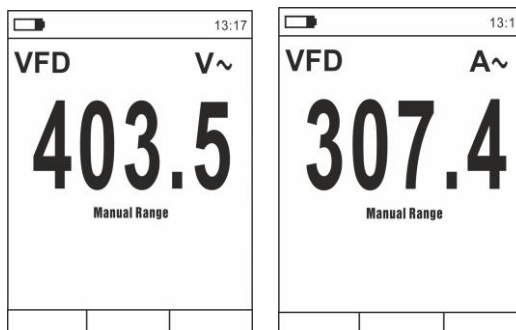

Fig. 11 Descripción medida de Tensión o Corriente CA en modo VFD
3. Pulse y mantenga presionada la tecla **MODE/VFD** seleccionando el modo "VFD" (ver Fig. 11)